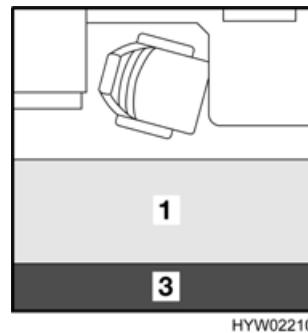

Bild 48 Nach dem Umbau
- Das Rückenpolster (Bild 48,3) zwischen das Sitzbankpolster und die Außenwand legen.